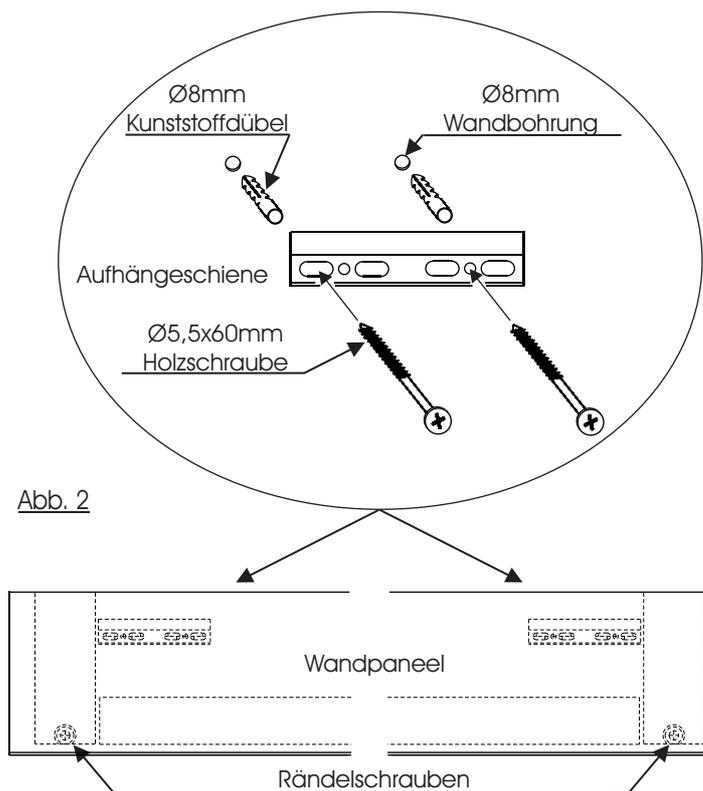

Abb. 2
3. Zur Montage des Paneels verwenden Sie die beiliegenden Aufhängeschienen. Diese werden mit den Ø8mm Kunststoffdübeln und Ø5,5x60mm Holzschrauben waagrecht an die Zimmerwand montiert. Jede Schiene muss mit 2 Schrauben befestigt werden. (Abb. 2)